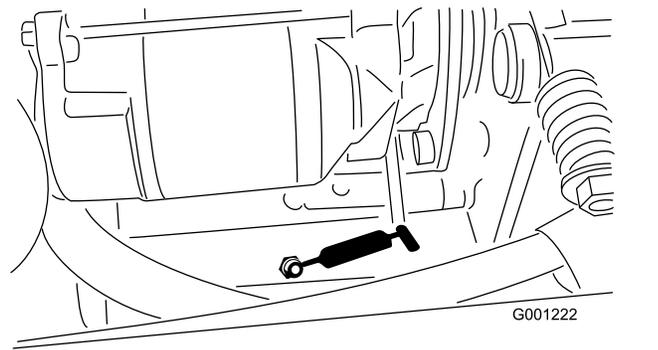

図 39
- PTO のテンションピボット 図 39
- PTO の後ベアリング (図 39)